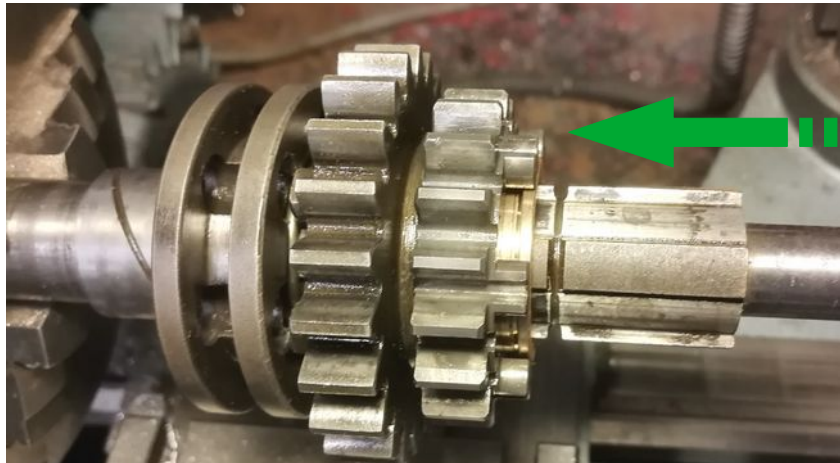

Abbildung 21: Bund von Lagerbuchse 2/3.Gang zeigt nach vorn
- 2. & 3. Gangrad zusammen mit deren Lagerbuchse auf die Ausgangswelle schieben, bis die vordere Sicherungsnut wieder sichtbar wird (siehe Abb. 21)